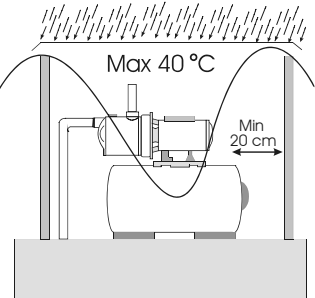

рис.2
9.2. В помещении (приямке), где находится насосная станция, нужно предусмотреть вентиляцию для уменьшения влажности и температуры воздуха (макс. темп. воздуха 40°C) (рис.2).
9.3. Расположите насосную станцию, соблюдая минимальные расстояния 20см от стен для обеспечения доступа к насосной станции при ее обслуживании (рис.2).